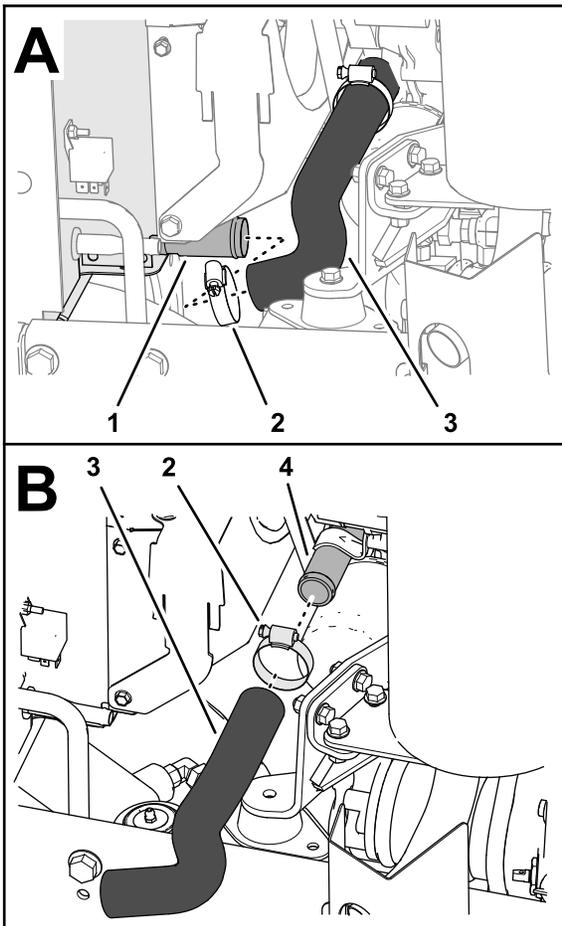

Figura 15
1. Retire a braçadeira de tubos que prende o tubo inferior do radiador à saída do radiador e separe o tubo do radiador (Figura 15).
2. Retire a braçadeira de tubos que prende o tubo inferior do radiador à entrada do motor e retire o tubo do motor (Figura 15).